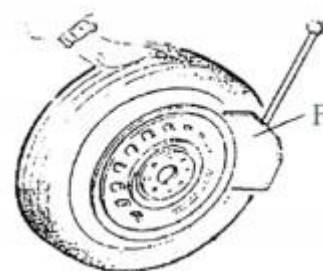

Рис. 5
Установите шину напротив резинового буфера (S). Установите лопатку рядом с бортом шины в 10 мм от края обода, как показано на **рис.5**.